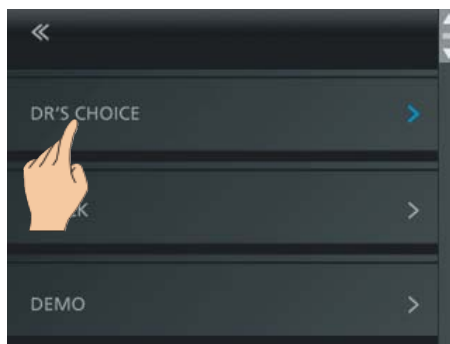

图 21 选择 DR'S CHOICE
- 进入设置菜单, 选择 DR'S CHOICE (图 21)。